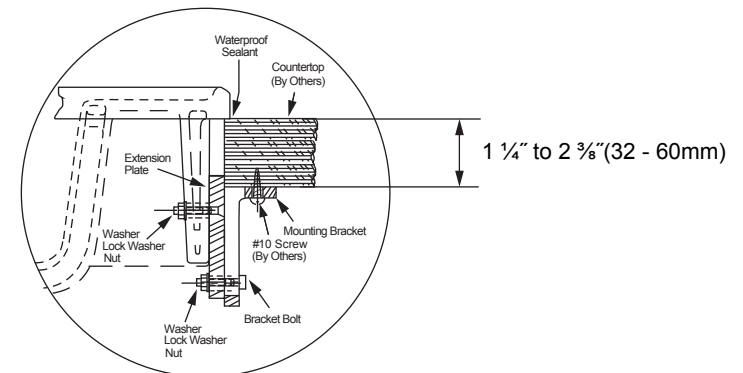

Figure 3
2. Place Extension Plate Bolt (D) through the countersunk hole on Extension Bracket (B) then through the hole on the back of the lavatory with the second hole down, as shown in Figure 3.
3. Place Washer (F) and then place Lock Washer (G) on the bolt. Install one (1) Nut (E) on the bolt and tighten securely.
4. Place Bracket Bolt (C) through the slot in Mounting Bracket (A) and then through the second hole in Extension Plate (B).
5. Place Washer (F) and then place Lock Washer (G) on the bolt. Install one (1) Nut (E) loosely on the bolt.
6. Slide Bracket (A) up until the top is flush against the underside of the countertop.
7. Tighten Nut (E) to secure Bracket (A) into place.
8. Install a #10 screw, or other appropriate fastener (supplied by others), through the hole in the top of Bracket (A) into the countertop.
2. Insérer le boulon de la plaquette de rallonge (D) dans le trou fraisé de la plaquette de rallonge (B), puis dans le trou derrière le lavabo, en orientant le deuxième trou vers le bas, comme indiqué à la figure 3.
3. Insérer la rondelle (F), puis la rondelle frein (G) sur le boulon. Fixer un (1) écrou (E) sur le boulon et le serrer solidement.
4. Insérer le boulon du support (C) dans la fente du support de montage (A), puis dans le deuxième trou de la plaquette de rallonge (B).
5. Insérer la rondelle (F), puis la rondelle frein (G) sur le boulon. Fixer un (1) écrou (E) sur le boulon, sans serrer.
6. Glisser le support (A) vers le haut jusqu'à ce qu'il soit bien appuyé sur le dessous du comptoir.
7. Serrer l'écrou (E) pour fixer le support (A) en place.
8. Insérer une vis n° 10 ou une autre pièce de fixation appropriée (non comprise) dans le trou en haut du support (A), puis dans le comptoir.